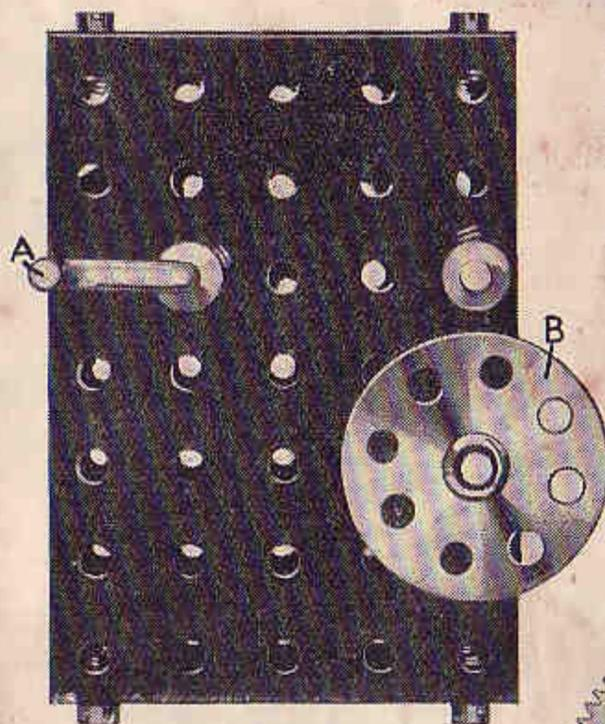

Fig. 78
Si on tourne la manivelle du mystérieux mécanisme de renversement de marche Fig. 78, nous communiquons une rotation à l'arbre supportant la roue B, mais cet arbre tournera toujours dans la direction des aiguilles d'une montre, que nous tournions la manivelle A, soit à droite, soit à gauche. Au premier abord, les monteurs, même les plus expérimentés ne trouvent pas facilement le procédé par lequel ce résultat peut être obtenu.
La Fig. 78a nous montre le modèle vu d'arrière et de la sorte le mystère est expliqué. L'extrémité de la manivelle (A dans la Fig. 78) peut être vue en 3, tandis que 9 est la tringle supportant la roue à boudin B. Le levier (1) et le levier d'angle (2) sont libres sur l'arbre de la manivelle (3) mais sont maintenus en place par le collier (4). Des boulons pivots (5 et 6) sont passés au travers des bras du levier d'angle et fixés par les vis d'arrêt des pignons de 12 mm., un jeu suffisant étant réservé pour permettre au boulon de tourner librement. Les pignons restent constamment engrénés avec une roue dentée de 57 dents (7) fixée à l'arbre (3). Si on tourne la manivelle dans la direction d'une aiguille de montre, comme dans la Fig. 78a, le levier (1) et le levier d'angle (2) oscillent autour du point (3) jusqu'à ce que le pignon et le boulon (6) s'engagent avec une autre roue dentée (8) montée sur l'arbre (9). Dans cette position l'arbre (9) tourne dans la même direction que la manivelle (3).